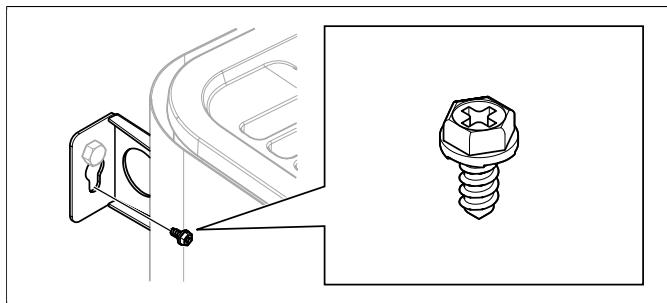

Fig 11: Vis de fixation du support
- 10.** Immobiliser le poêle au moyen de la vis de fixation se **Fig 11**, page 5.